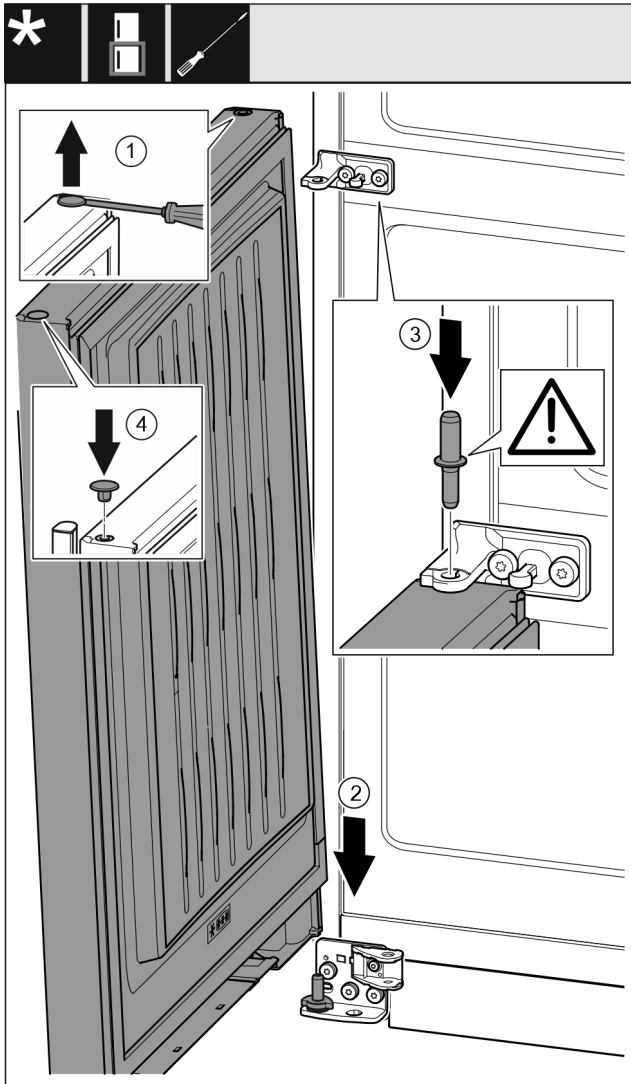

Fig. 41
- ▶ Óvatosan emelje meg a dugót lapos csavarhúzóval, és húzza ki. Fig. 41 (1)
- ▶ Helyezze rá az ajtót felülről az alsó csapszegre. Fig. 41 (2)
- ▶ Helyezze be az alsó ajtóba a középső csapszeget a középső csapágybakon keresztül. Közben ügyeljen arra, hogy a bekattanó bütyök hátrafelé mutasson. Fig. 41 (3)
- ▶ Tegye vissza a dugót az ajtó másik oldalára. Fig. 41 (4)